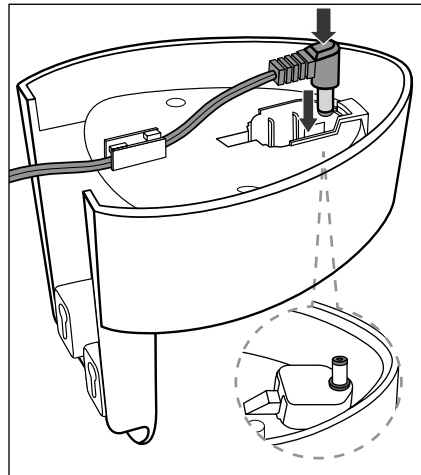

Fig. 2
- Læg først ledningen gennem ledningsføringen, og sæt hulstikket **5** ind i åbningen på vægholderen **3**, så det sidder fast (fig. 2).